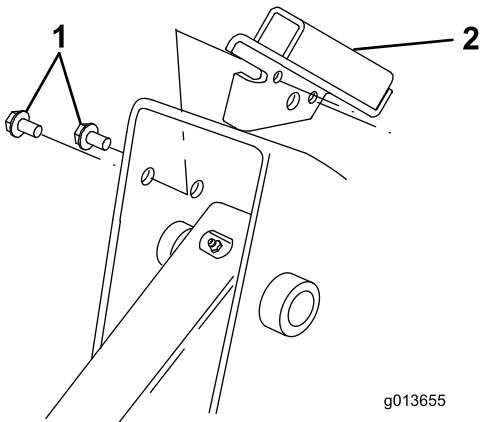

Bild 5
3. Fluchten Sie die Nase am Scheibenbügel mit der Vorderkante des Rahmens aus, wobei sich der Bügel an der Innenseite der Hubarmtasche befinden muss (Bild 5).
den richtigen Bügel verwenden. Die Nase muss über die Kante des Rahmens gehen, während sich der Bügel Halterung an der Innenseite der Hubarmtasche befindet. Dabei müssen die zwei kleineren Löcher in der Halterung mit den von Ihnen in den Rahmen gebohrten Löchern ausgefluchtet sein (Bild 5).
4. Befestigen Sie die Halterung mit zwei Blechschrauben am Rahmen (Bild 5).